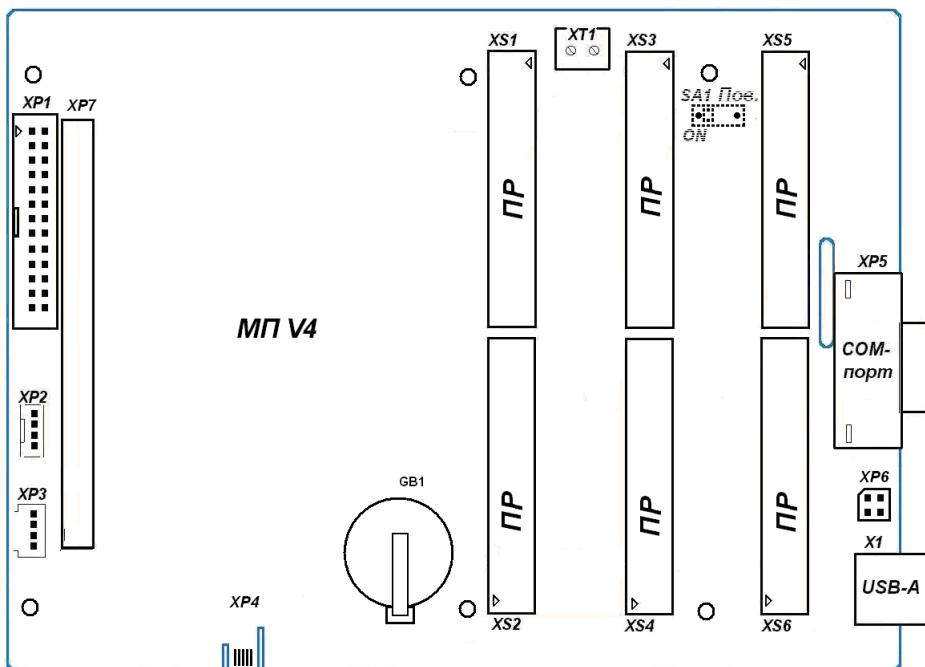

Рисунок 1.1
Ниже даны краткое описание и рекомендации по установке выпускаемых ООО «Интелприбор» в настоящее время плат расширения МКТС и функционально связанных с ними устройств. Расположение слотов на материнской плате системного блока СБ-04 приведено ниже (см. Рисунок 1.1).
- подключение МПД к выведеному на правую боковую стенку системного блока МКТС разъёму XP5 СОМ-порта МКТС (см. Рисунок 1.1);